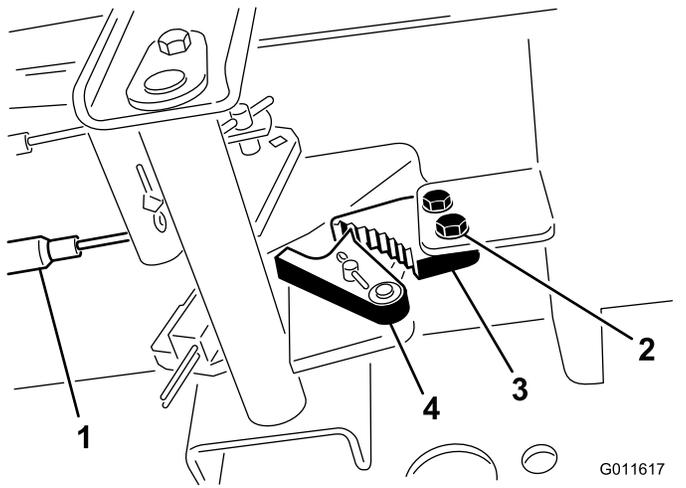

Figura 140
2. Afloje los 2 tornillos que fijan el trinquete del freno de estacionamiento al bastidor (Figura 140).
3. Pise el pedal del freno de estacionamiento hacia adelante hasta que la uña se engancha a fondo en el trinquete del freno (Figura 140).